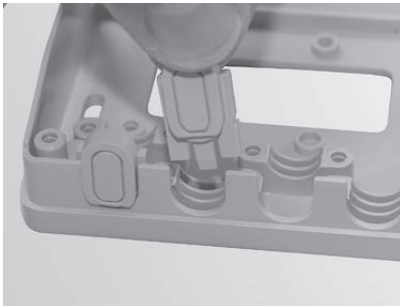

Fig. 240 Kabeldurchführungen verschließen
- ▶ Nicht benötigte Kabeldurchführungen verschließen – Fig. 240.